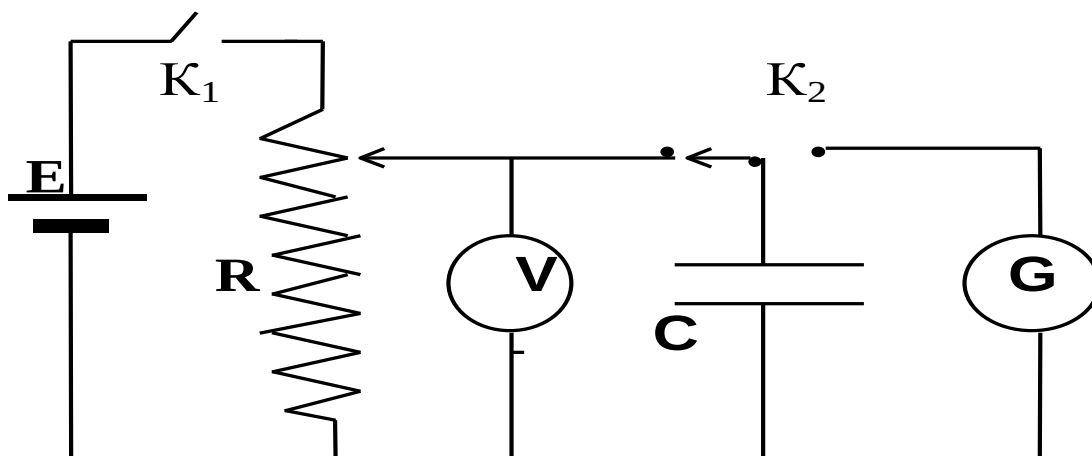

Рис. 5. Схема установки
1. Собрать цепь в соответствии со схемой (рис. 5) с эталонным конденсатором.